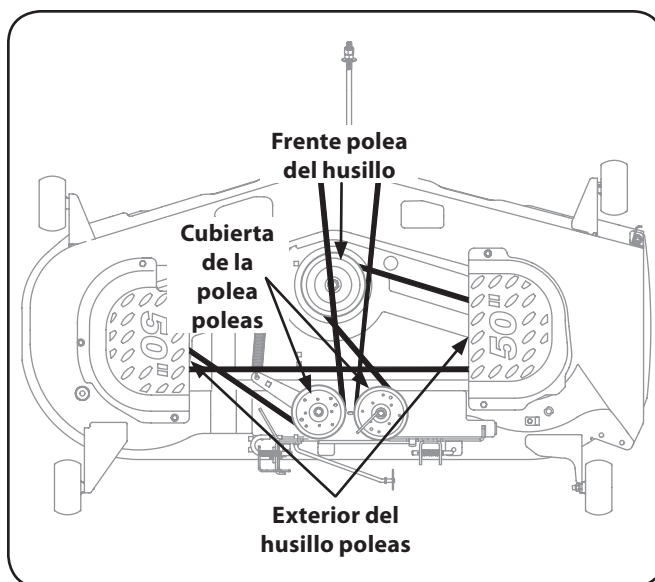

Figura 7-10
5. **En 50 "grupos:** Para colocar la correa nueva, empezar por el cinturón alrededor de las dos poleas del husillo exterior, a continuación, alrededor de la polea del eje delantero como se muestra en la Figura 7-10.
6. A continuación lleve el cinturón alrededor de las dos poleas locas de la plataforma como se muestra en la Figura 7-10.